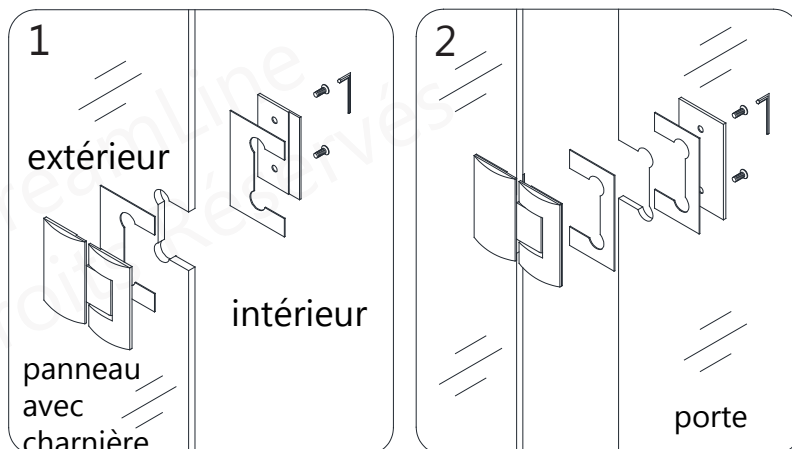

Fig 9
9. Posez les **Charnières (N° 06)** sur le **Panneau Vitré avec Charnière (N° 01)** en orientant les boulons vers l'intérieur de la douche. Utilisez au moins un joint statique par côté. Les charnières doivent être au niveau, égales et symétriques avec la bordure de la vitre. Transportez avec précaution la **Porte Vitrée (N° 02)** dans la douche entre les deux panneaux fixes. Mettez au niveau la **Porte Vitrée (N° 02)** avec le **Panneau Vitré avec Charnière (N° 01)** et fixez les charnières sur la **Porte Vitrée (N° 02)**. Assurez-vous que les bordures supérieures de la **Porte Vitrée (N° 02)** et les deux **Panneaux Vitrés** sont symétriques et au niveau. (**Fig 9 et Fig 9a**)